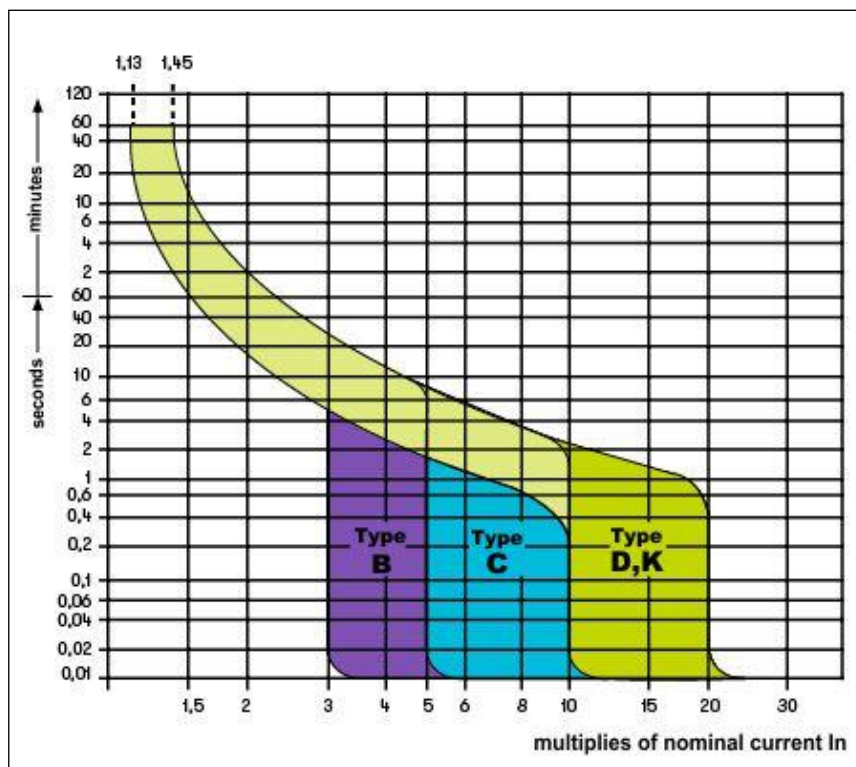

Fig. 37: Exempel på kurvor i förhållande till magnetotermiska (MCB) skydd
**Ia referensvärde** (se Fig 37) beror på: